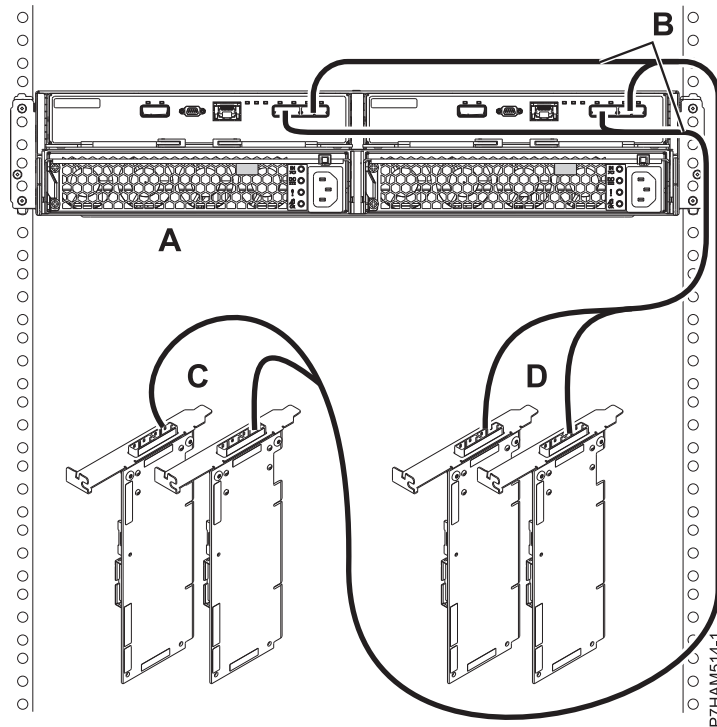

図 41. 2 対の SAS アダプター・ペアへの X ケーブルを使用した、1 台の 5887 ディスク・ドライブ・エンクロージャー のモード 2 接続
17. 2 対の SAS アダプター・ペアへの X ケーブル (B) を使用した、1 台の 5887 ディスク・ドライブ・エンクロージャー (A) のモード 2 接続を行います。44 ページの図 41 を参照してください。